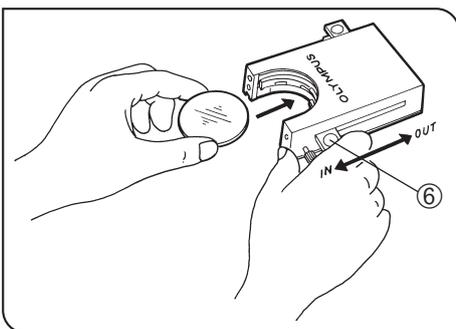

図 17
フィルタカセットの場合(図17~20)
- 2) レバー⑥をIN側にスライドさせます。その際、確実にクリック(カチッと音がする位置)に入れてください。(図17)